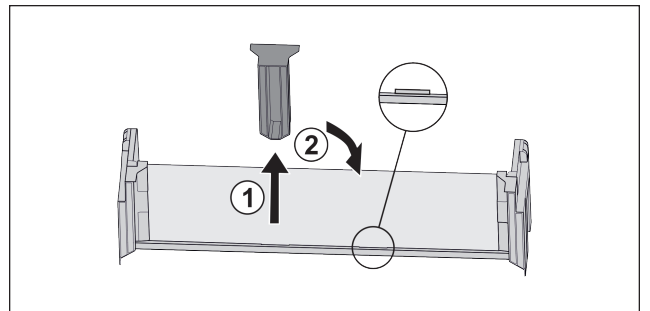

Fig. 54
► Desprindeți piesa de susținere intermediară Fig. 54 (1).
► Introduceți piesa de susținere intermediară la a doua poziție Fig. 54 (2).